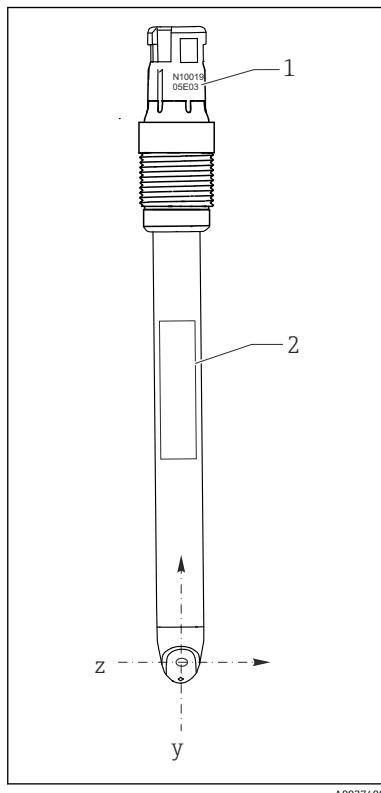
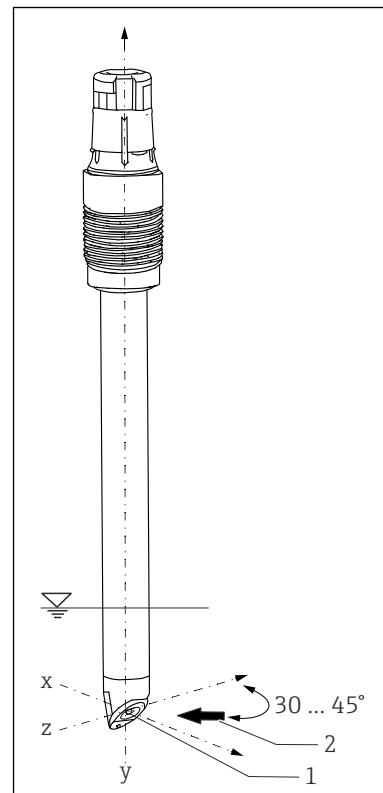

図 6 センサ方向、フロントビュー
図 7 センサ方向、3D ビュー
2. ISFET チップを、流れ方向に対して約 30～45° の角度になるように配置します (項目 2) → 図 7, 図 7。このために、回転可能なプラグインヘッドを使用します。
センサをホルダに取り付ける場合、センサの位置合わせのために、プラグインヘッドに刻印されているシリアル番号をガイドとして使用できます → 図 6, 図 7。刻印は常に ISFET チップおよび銘板と同じ面にあります (z-y 方向)。
B 許可。基本条件に注意 → 図 7